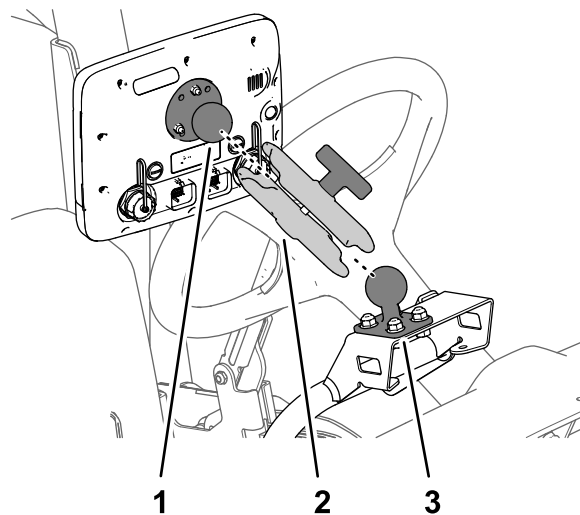

图167
3. 将监控器的球形接头和球形安装架组装到监控器臂上 图167。
4. 调节监控器以便可以从机器操作员位置看到然后用手动拧紧监控器臂上的旋钮 图167。